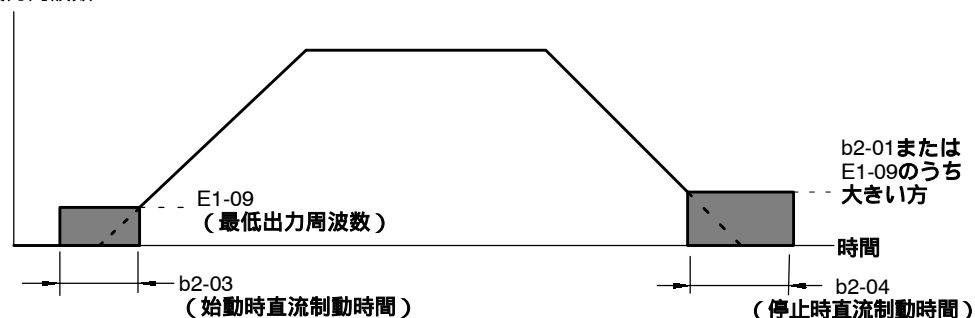

図7.19 直流制動のタイムチャート
- ・ 図7.19 は、直流制動 (初期励磁) のタイムチャートを示します。